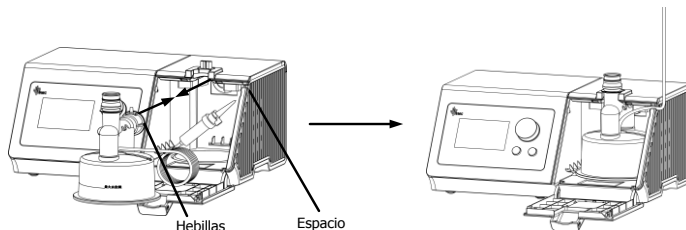

Fig. 11-8
(3) **Instalar la cámara de agua:** Conecte la interfaz del adaptador con la interfaz correspondiente del dispositivo, pegue la entrada de agua en la ranura de entrada de agua del dispositivo, luego instale la cámara de agua en su lugar (las hebillas de ambos lados del adaptador de la cámara de agua se pegarán en la ranura de la posición correspondiente del dispositivo, y haga un sonido de "clic"), como se muestra en la Fig. 11-8.